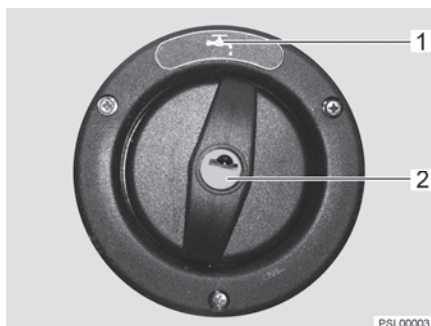

Fig. 138 Coperchio per bocchettone di riempimento dell'acqua potabile
Il bocchettone di riempimento dell'acqua potabile è contrassegnato dal simbolo "H" (Fig. 138,1). Il coperchio viene aperto e chiuso con la chiave per le serrature degli sportelli esterni.
- Inserire la chiave nel cilindro della serratura (Fig. 138,2) e ruotare in senso antiorario di un quarto di giro.
- Aprire il bocchettone di riempimento dell'acqua potabile (Fig. 138).